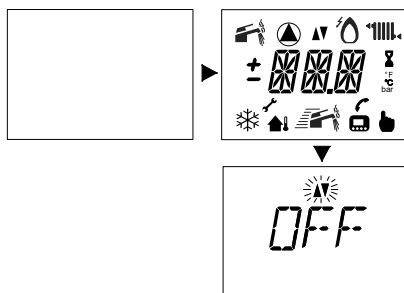

Figura 6.5 LCD stand-by
- 16 Alimentare elettricamente la caldaia azionando l'interruttore bipolare previsto nella installazione. Il display LCD visualizza la sequenza di **Figura 6.5**